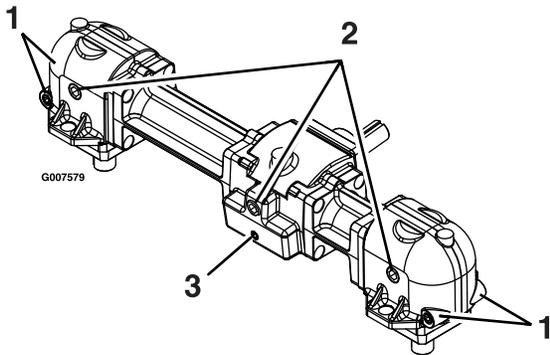

Bild 37
- 6. Nehmen Sie die große Ölablassschraube vorne an jedem der 3 Getriebeabschnitte ab und lassen Sie das Öl ab (Bild 37).